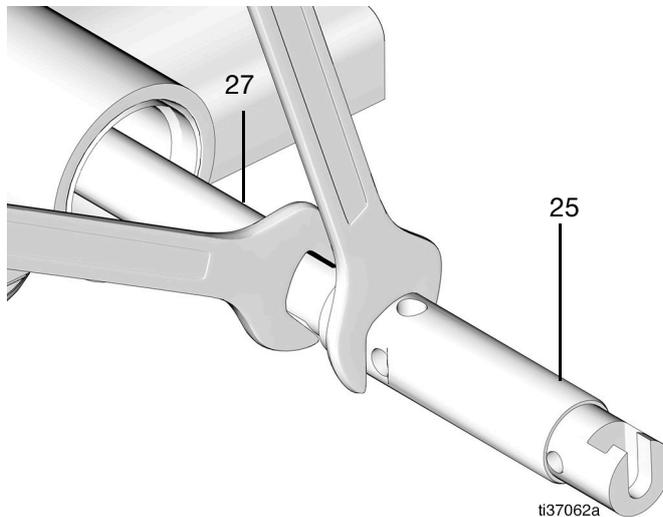
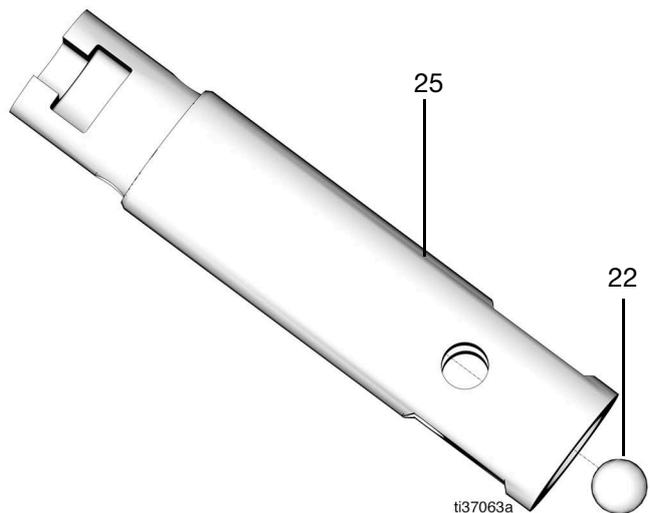

FIG. 43
FIG. 44
- 27. Retirer le piston de pompe (25) de la tige de la pompe (27).
**REMARQUE :** Retirer la bille (22) du piston de pompe (25) (FIG. 43 et FIG. 44).